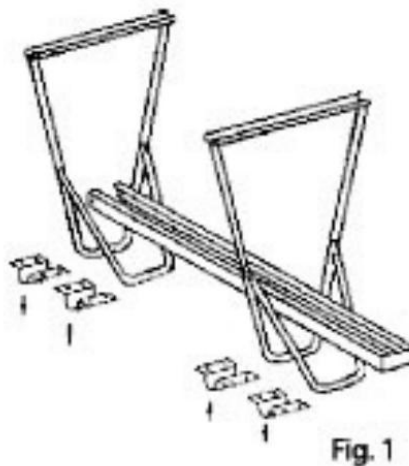

FIG. 4 — Ouverture des châssis
- 1) Ouvrez partiellement les bras en compas, basculez les deux châssis et maintenez-les en position verticale (voir FIG. 4).